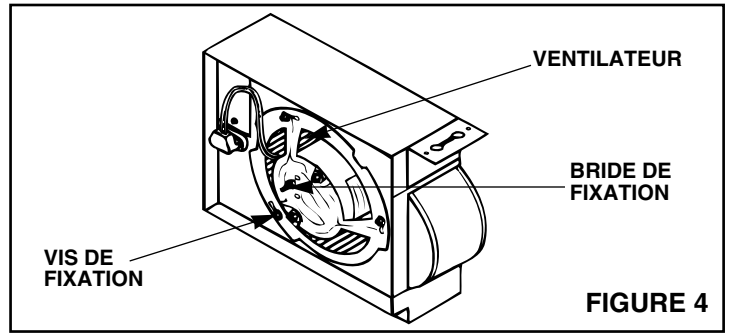

FIGURE 4
5. Refer to Figure 4. Insert blower unit into housing, with stud on mounting bracket on the side near the receptacle. Turn bracket clockwise to lock blower into position, then tighten the three screws. Plug in motor.
5. Voir la Figure 4. Insérer le ventilateur dans le boîtier, le montant de la bride de fixation du côté de la prise de courant. Tourner la bride dans le sens horaire pour verrouiller la ventilateur en place, puis fixer les trois vis de retenue. Brancher le moteur.